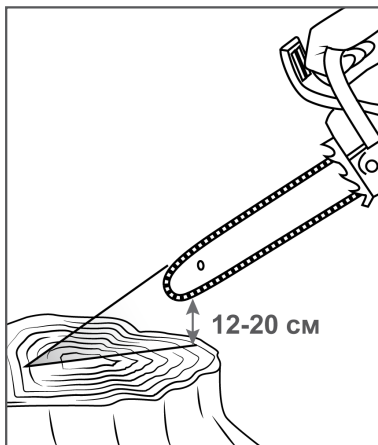

**Рис. 13** Положение регулировочного винта подачи масла
3. Количество масла можно корректировать с помощью регулировочного винта А, который находится снизу бензопилы (Рис. 13). Это нужно для того, чтобы компенсировать изменение вязкости масла при работе в различных температурных условиях.